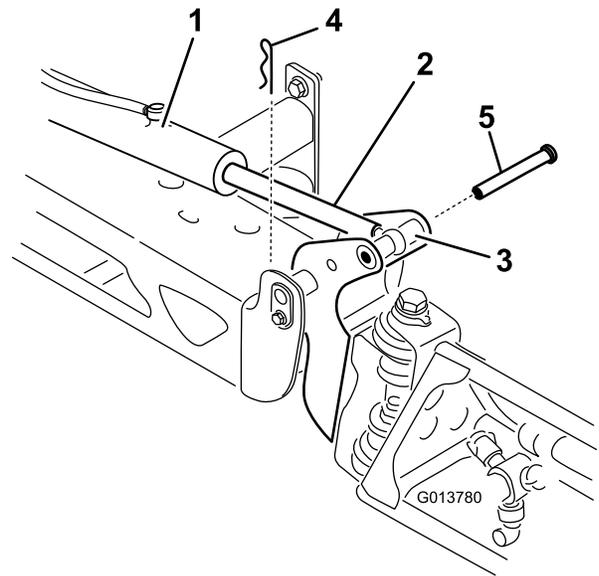

Bild 37
2. Nehmen Sie den Splint vom Lagerbolzen ab (Bild 37).
3. Heben Sie den Ausleger an und entfernen Sie den Stift (Bild 37). Senken Sie den Ausleger langsam auf den Boden ab.
7. Halten Sie den Ausleger fest und stecken Sie den Stift durch das Auslegerscharnier und die Aktuatorstange (Bild 37).